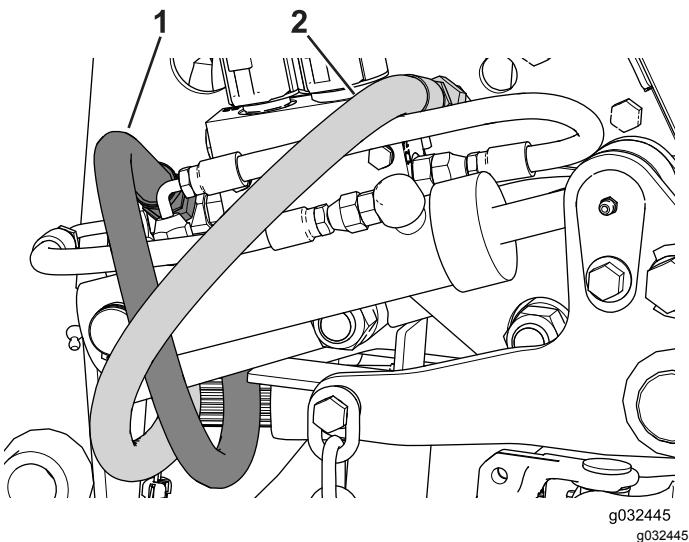

Рисунок 55
- Установите подходящий сливной поддон под клапан и отсоедините гидравлические шланги от регулирующего клапана (Рисунок 55).